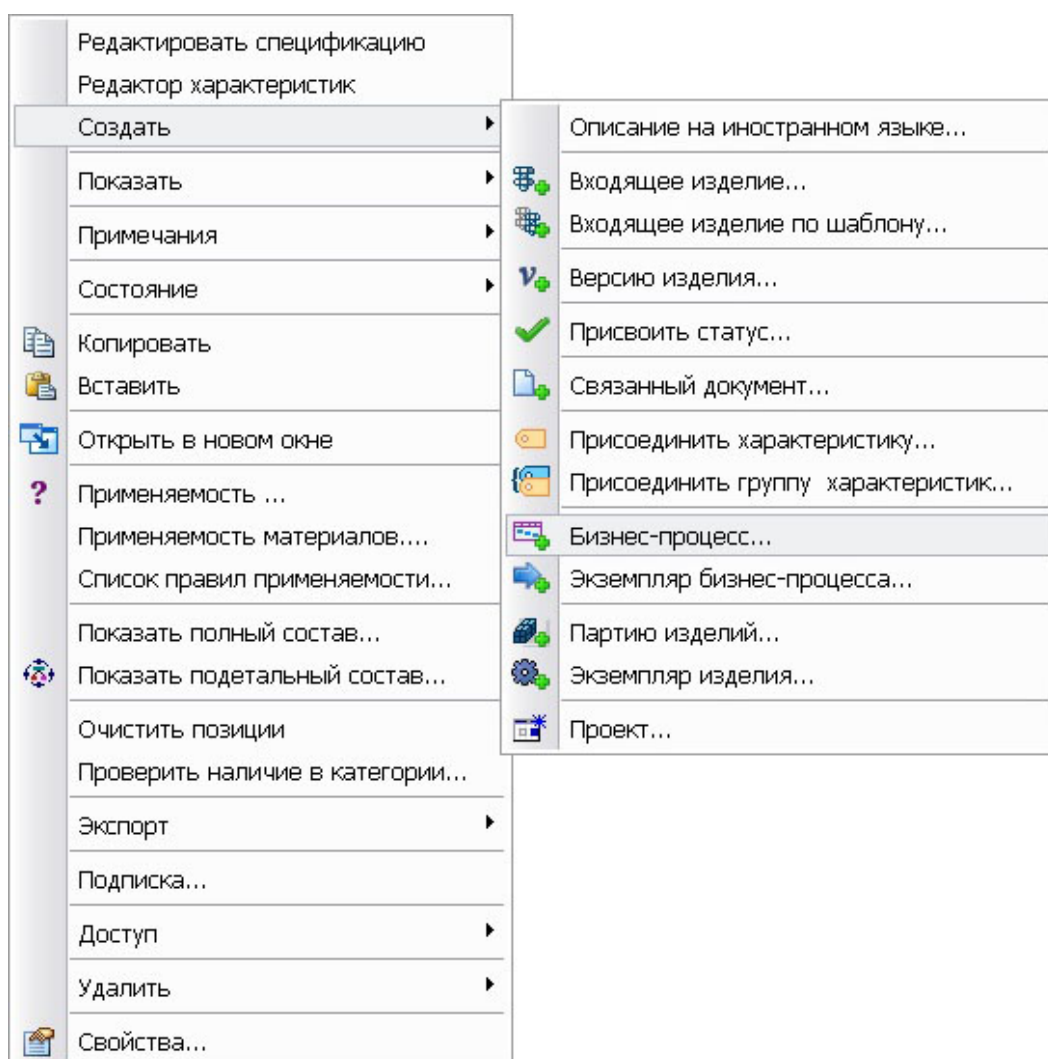

Рис. 171
2. В появившемся контекстном меню выберите пункт **Создать → Бизнес-процесс...** (Рис. 171).